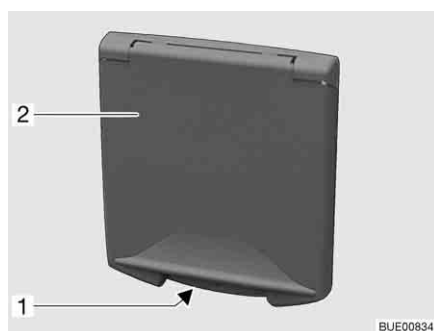

Fig. 49 Portillon pour le raccordement 230 V
- Dans la poignée encastrée (Fig. 49,1), saisir le portillon extérieur (Fig. 49,2) et le faire basculer vers le haut.